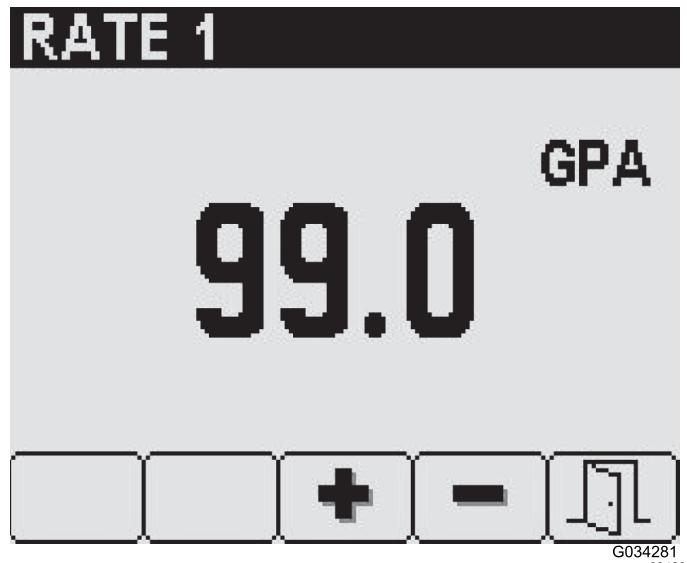

Figura 18
3. No ecrã para a taxa selecionada, utilize os botões 3 e 4 para definir a taxa pretendida (Figura 18).